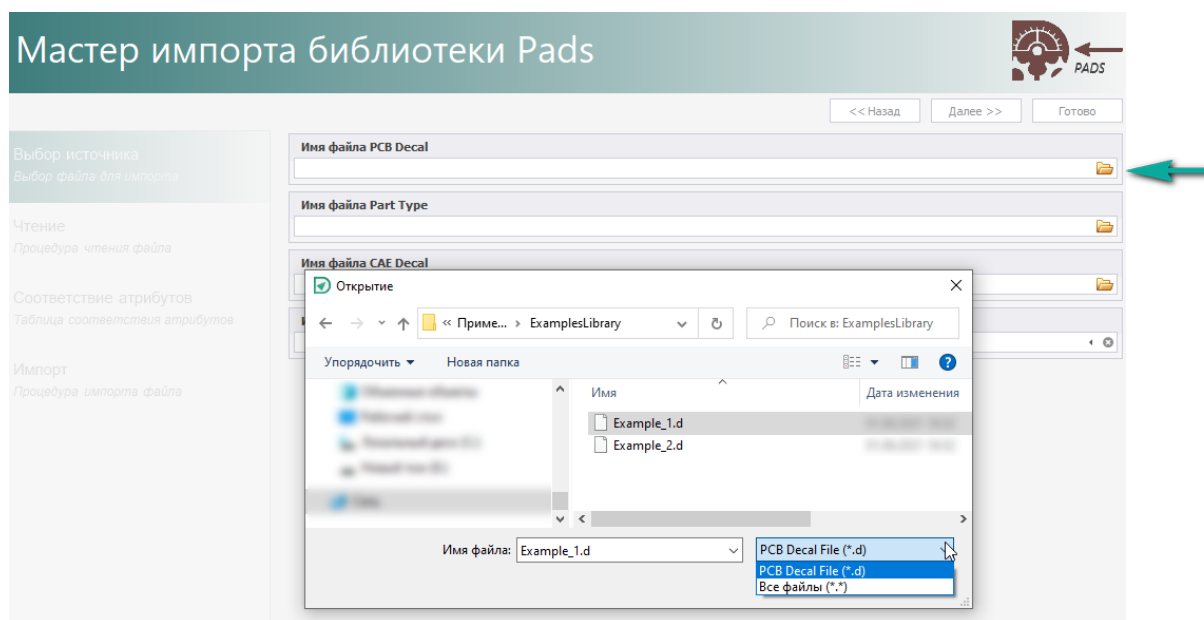

Рис. 6 Выбор импортируемых файлов в окне мастера импорта
1. На шаге «Выбор источника» выберите файлы для импорта, Рис. 6, нажав 📁.